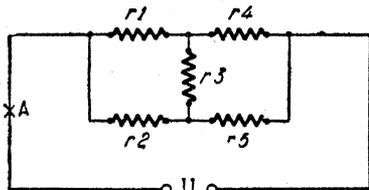

Figure 2
**PROBLEME N° 2.** — Quelles sont les valeurs des différents courants en A et dans les cinq résistances de la figure 2, en prenant  $U = 10$  volts continus et des résistances R1, R2, R3, R4, et R5 respectivement égales à  $1.000 \Omega$ ,  $500 \Omega$ ,  $3.000 \Omega$ ,  $800 \Omega$ ,  $250 \Omega$  ?